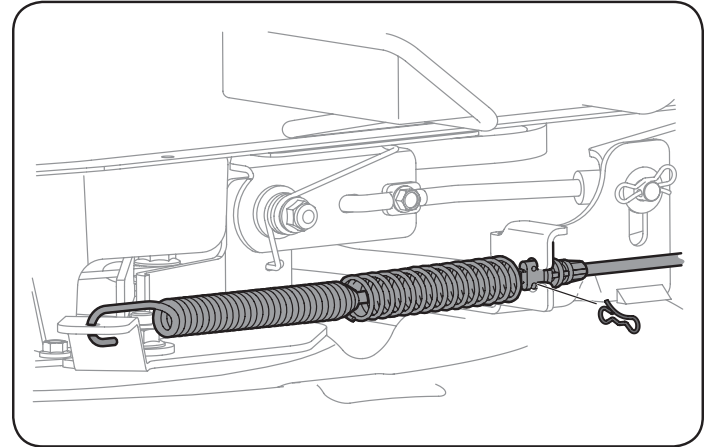

Figura 41
8. Extraiga con cuidado el cable de la PTO de la parte posterior de la plataforma de corte retirando el pasador de chaveta con unión curva que lo sujeta. Retire el resorte del soporte de polea loca de la plataforma. Vea la Figura 41.